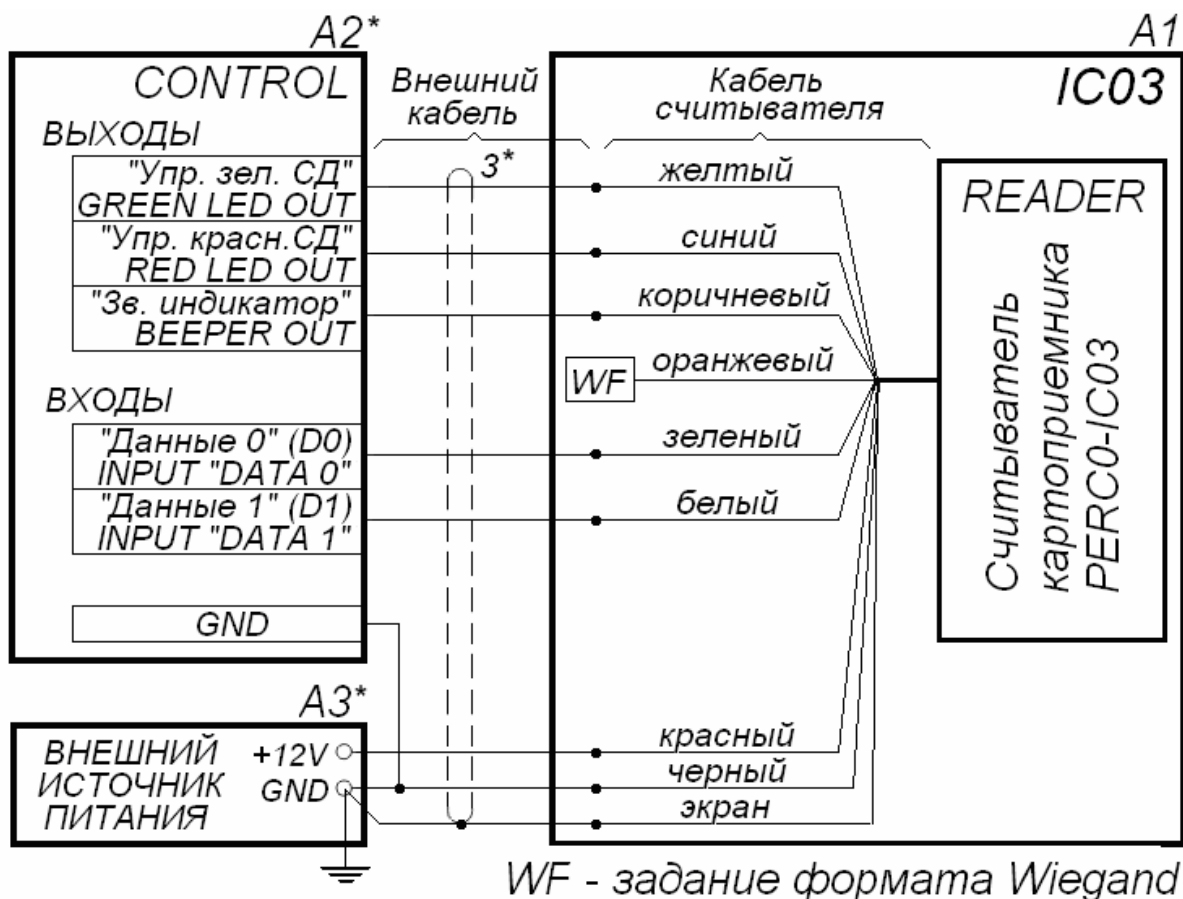

Рисунок 8. Схема подключения считывателя картоприемника к контроллеру СКУД
12. Подключите удлинительный кабель от контроллера СКУД к штатному соединительному кабелю встроенного считывателя картоприемника согласно схеме, приведенной на рис. 8. При подключении по приведенной схеме автоматически устанавливается режим внешнего управления его светодиодной индикацией в соответствии с состоянием переключки «*single-double*», а также выходной формат данных *Wiegand-26*.